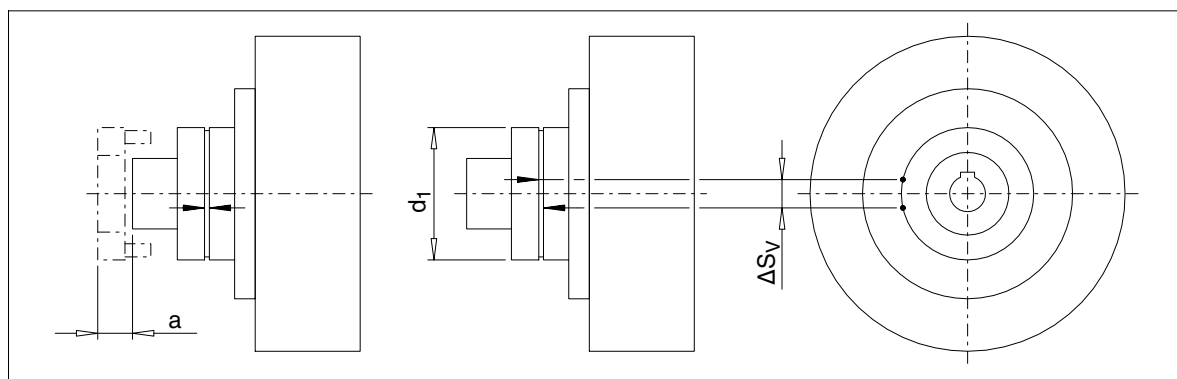

Fig. 10 : Périodicité d'entretien de l'accouplement rapporté N-EUPEX
Dans la mesure où un jeu d'accouplement accru ne préjudicie pas au fonctionnement de l'accouplement, les paquets élastiques (12) peuvent rester en œuvre jusqu'à ce qu'une limite d'usure définie soit atteinte, après quoi il faudra les changer. Pour juger l'usure, le tableau 11 indique le jeu de torsion permis, converti en cote de corde ΔS_V sur le diamètre extérieur de l'accouplement. Pour déterminer la cote ΔS_V , faire tourner une pièce d'accouplement sans couple, jusqu'à la butée, puis apposer un repère des deux côtés (voir la fig. 10). Le fait de faire tourner la pièce d'accouplement dans le sens de rotation opposé, jusqu'à la butée, font s'éloigner réciproquement les repères. L'écart entre ces repères donne la cote de corde ΔS_V . Si la cote ΔS_V dépasse la valeur indiquée dans le tableau 11, il faudra effectuer un remplacement des paquets (12).
Avec le modèle FGD/FVD, il est possible de remplacer les paquets (12) sans devoir déplacer les machines embrayées, à condition d'avoir respecté la cote de remplacement "a" (voir le tableau 11 et la figure 10). Après avoir défait la jonction vissée entre les pièces 2 et 3, déplacer axialement la pièce 3 et la tourner vers la pièce 2. Maintenant, les paquets (12) sont librement accessibles.